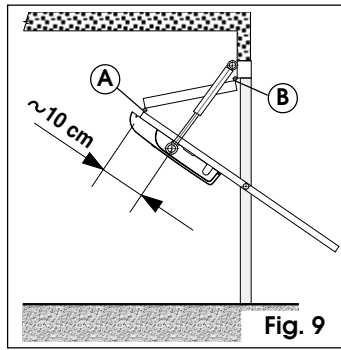

Fig. 9
• basculante a telo snodato (Fig. 9)